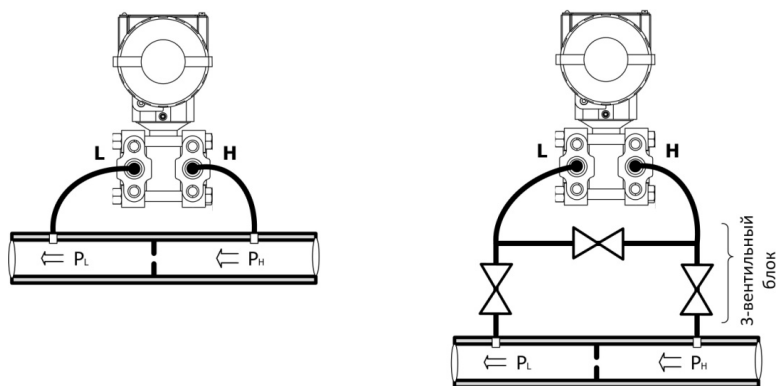

Рисунок 5.1 – Примеры монтажа для измерений давления жидких сред
5.1.10 Наиболее часто подключают прибор к измеряемой среде через 3-вентильный блок, позволяющий отсекал датчик от измеряемой среды и выравнивать давление на входах при калибровке (рисунок 5.1).